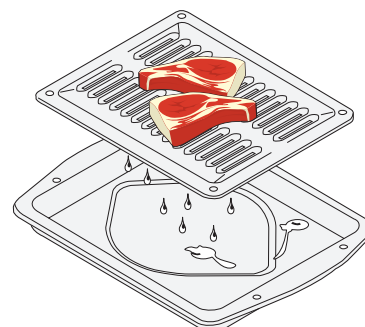

Fig.1 (certains modèles)
5. Placez la grille dans la lèchefrite (le cas échéant), puis placez la nourriture sur la grille (le cas échéant; fig. 1).